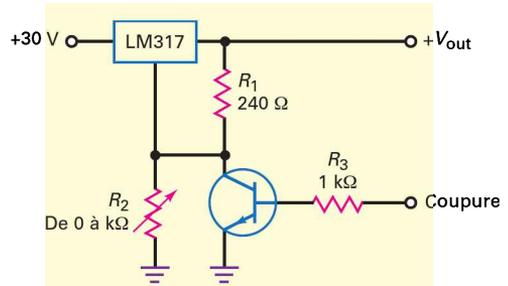

Figure 22.37
- 22.24** La figure 22.37 représente un régulateur LM317 avec un interrupteur thermique. Quand la tension d'interruption thermique est nulle, le transistor est ouvert et n'a aucune influence sur le fonctionnement. Quand la tension d'interruption thermique vaut approximativement 5 V, le transistor sature. Quelle est la plage de variation de la tension de sortie quand la tension d'interruption thermique est nulle ? Que devient la tension de sortie quand la tension d'interruption thermique vaut 5 V ?
- 22.25** Dans la figure 22.37, le transistor est bloqué. Quelle doit être la valeur de la résistance variable pour obtenir une tension de sortie égale à 18 V ?